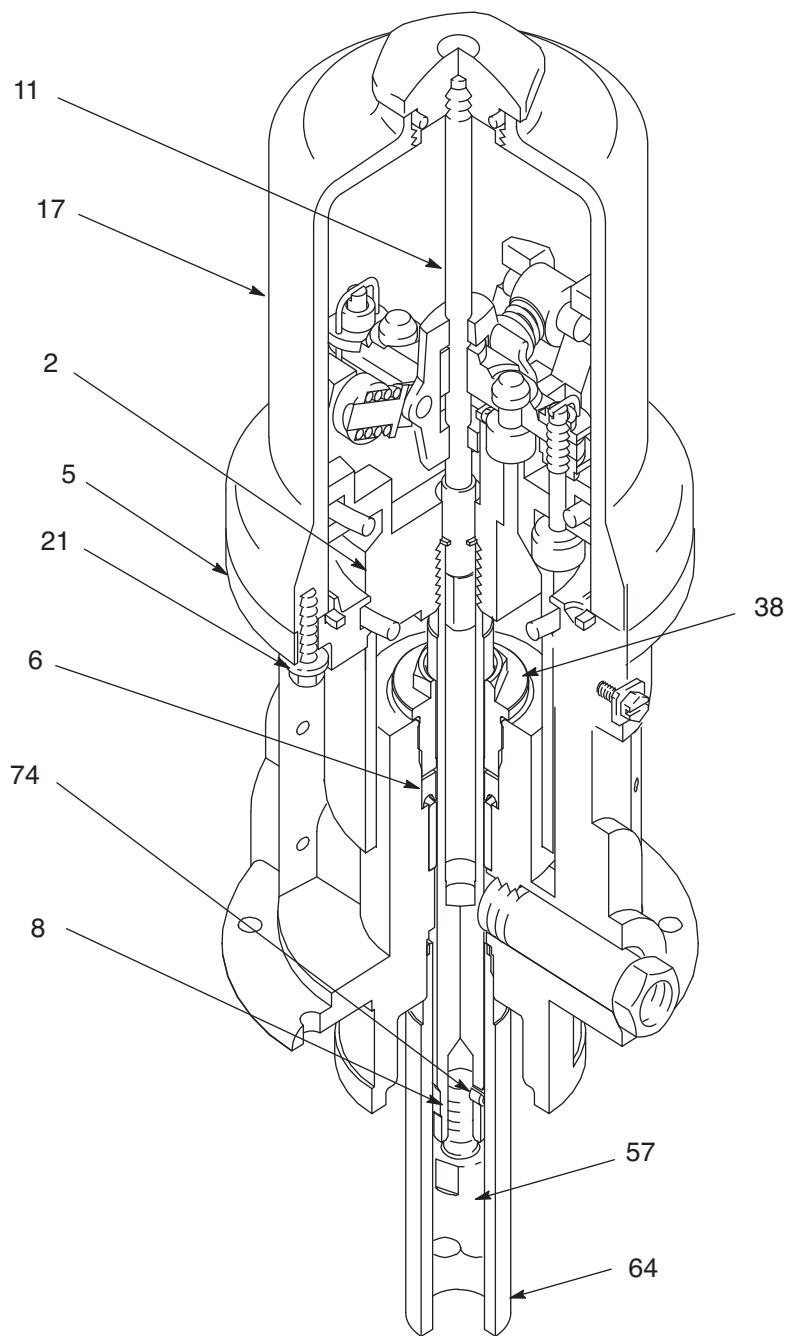

FIG. 4
В описании процедуры применяются обозначения, используемые на Fig. 4.
3. Отсоедините шланги, снимите насос с держателя и зажмите в тисках основание (5) пневмодвигателя.
4. Выкрутите удлинительную трубку (64) из основания (5) двигателя с помощью ленточного или трубного ключа. Выкрутите удлинительную трубку (64) из основания (5) двигателя с помощью ленточного или трубного ключа Fig. 4.
5. Опустите до упора удлинительный стержень (57), чтобы получить доступ к поршневому штоку (8).
6. Извлеките цилиндрический штифт (74) из поршневого штока (8) с помощью молотка и зубила. Выкрутите из поршневого штока удлинительный стержень (57).
штока. (Fig. 4)
2. Проверьте, нет ли царапин или признаков износа на полированных поверхностях поршня (2) и поршневого штока (8) и на стенках цилиндра (17). Шероховатости на штоке являются причиной преждевременного износа и протекания щелевых уплотнений.
4. Установите новое щелевое уплотнение(6) **кромками вниз**. Закрутите герметизирующую гайку (38) на основании (5).
5. Вставьте поршневой шток (8) в щель и опустите поршень (2) в основание (5). Убедитесь в том, что уплотнительные кольца (9, 10 и 24) находятся на своих местах. (FIG. 4)